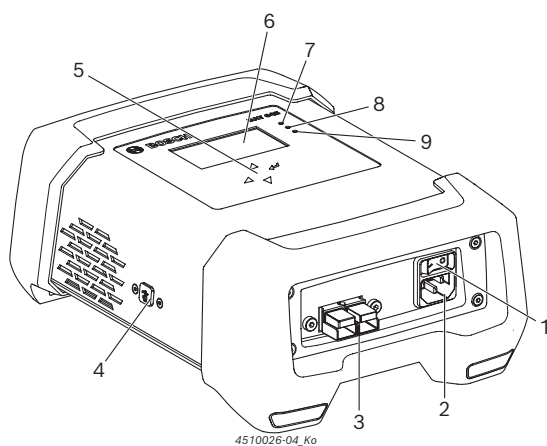

Fig. 1: Vue avant du BAT 645
2. Mettre le BAT 645 en marche avec l'interrupteur Marche/Arrêt (fig. 1, pos. 1).
- ⇒ La LED rouge (fig. 1, pos. 7) est allumée lorsque la batterie est raccordée ou clignote lorsque la batterie n'est pas raccordée.